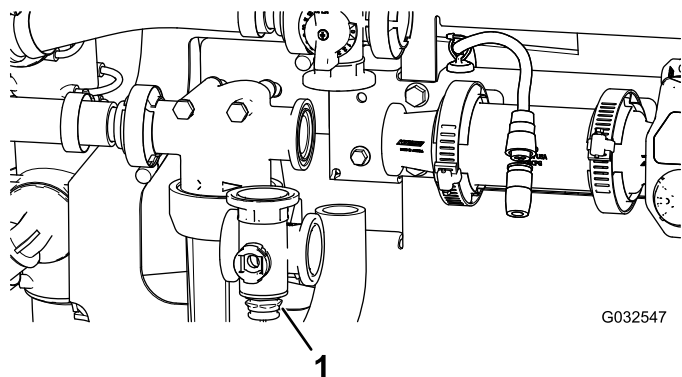

Figure 103
2. Déposez le collecteur de vanne d'agitation de la machine (Figure 103).